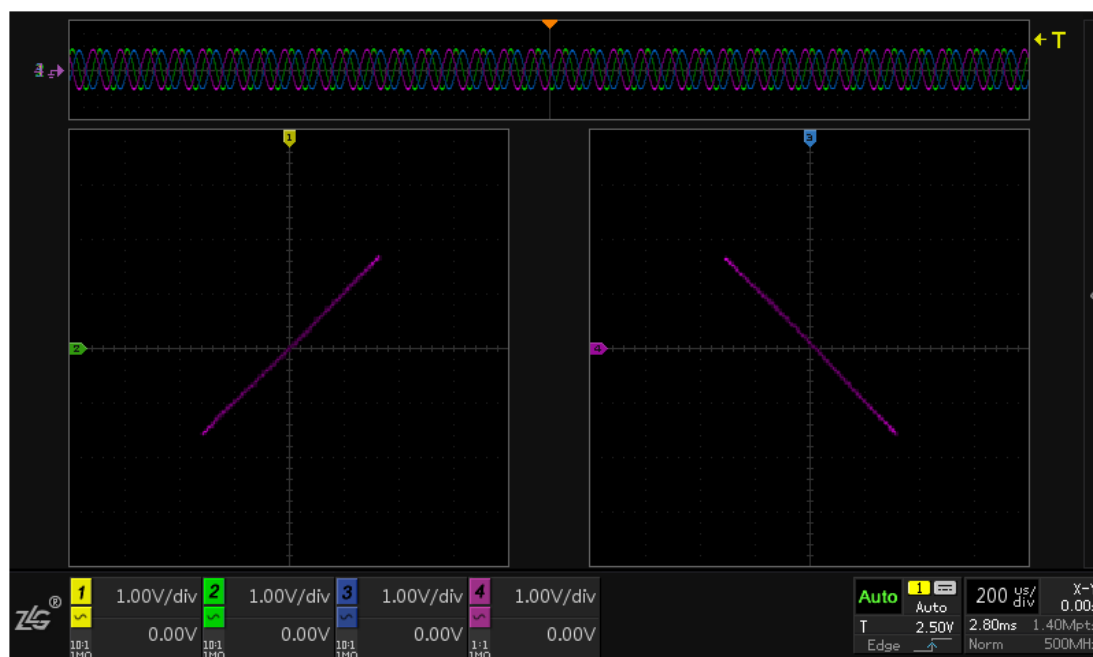

图 9.10 45°斜线
- 当 $\Phi = 0$ 时，即两个通道的信号相位相同，此时 $Y = X$ ($A = B$)，对应的显示波形即为一 45° 斜线，如图 9.10 左图所示。
- 当 $\Phi = \pi$ 时，即两个通道的信号相位相反，则 $Y = -X$ ($A = B$)，对应的显示波形即为一 45° 斜线，如图 9.10 右图所示；